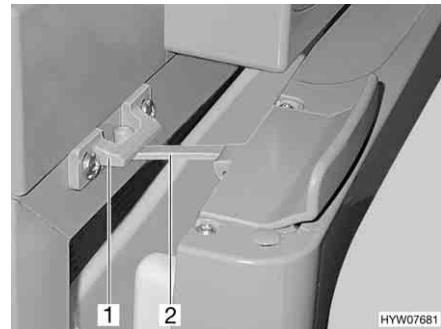

Fig. 160 Puerta del frigorífico en posición de ventilación (Thetford)
- Abrir el bloqueo (Fig. 160,2) y engatillarlo en el alojamiento del bloqueo (Fig. 160,1). De este modo, la puerta del frigorífico quedará ligeramente abierta.